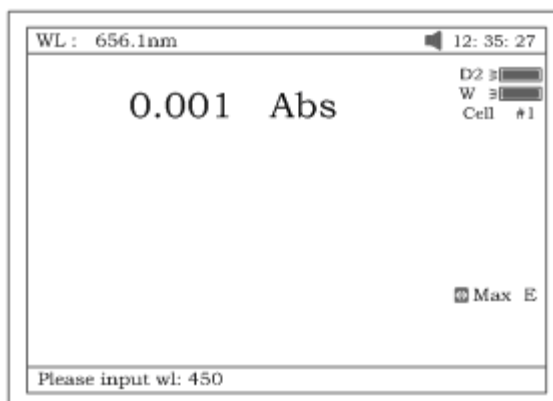

Рисунок 11
- Введите значение длины волны с цифровой клавиатуры (рис.11)